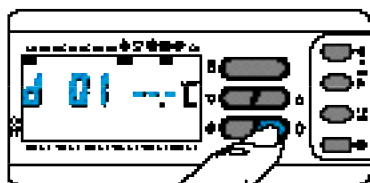

Fig. 72
13.7 - Premere due volte il pulsante \diamond (fig. 72).